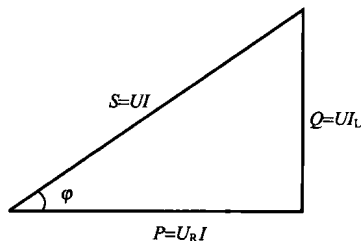

图 1-3 3 种功率之间的关系
说明: 在交流电路里, 功率分为有功功率 P 、无功功率 Q 及视在功率 S 共 3 种。有功功率 P 又称阻性功率, 单位为瓦 (W) 或千瓦 (kW); 视在功率一般在交流阻抗 (Z) 电路中出现, 可谓总功率, 单位为伏安 (VA) 或千伏安 (kVA); 无功功率即磁电转换功率, 单位为乏 (var) 或千乏 (kvar)。3 种功率之间的关系如图 1-3 所示。